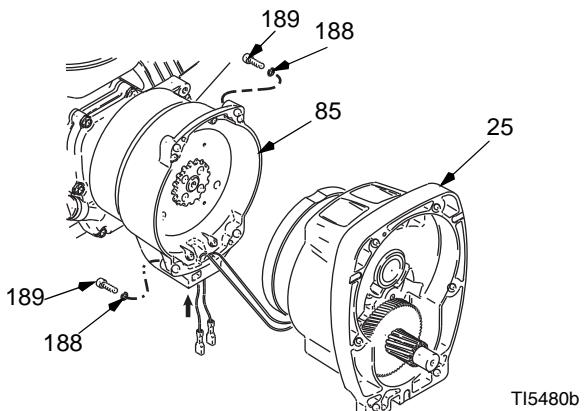
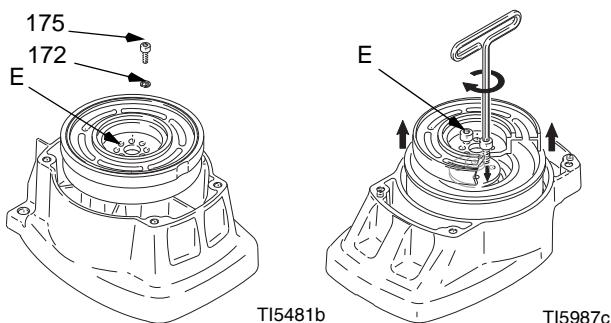

Рис. 4
Рис. 5
- Рис. 4. Выкрутите четыре винта (189) с пружинными шайбами (188) и снимите узел шестерни (25).
- Рис. 5. Уложите на верстак узел шестерни (25), стороной ротора вверх.
- Выкрутите четыре винта (175) с пружинными шайбами (172). Установите два винта в отверстия с резьбой (E) в роторе. Для извлечения ротора, поочередно затягивайте винты.
- Рис. 5. Уложите узел шестерни на верстак стороной ротора вверх.
- Установите четыре винта (175) с пружинными шайбами (172). Поочередно затягивайте винты усилием в 14 Н/м, для надежной установки ротора. Для крепления ротора, используйте резьбовые отверстия.
- Рис. 4. Установите узел шестерни (25), при помощи пяти винтов (189) с шайбами (188).